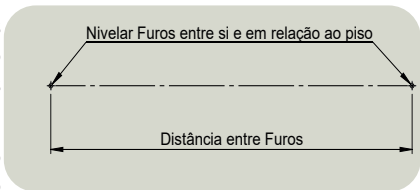

Figura 11 – Marcação dos furos
**2.** Na parede seleccionada para a instalação, **MARCAR** com lápis ou caneta a posição dos furos dos pontos de fixação conforme o Modelo do Toalheiro. **UTILIZAR** o nível e a trena para os corretos nivelamento e posicionamento (Figura 11);